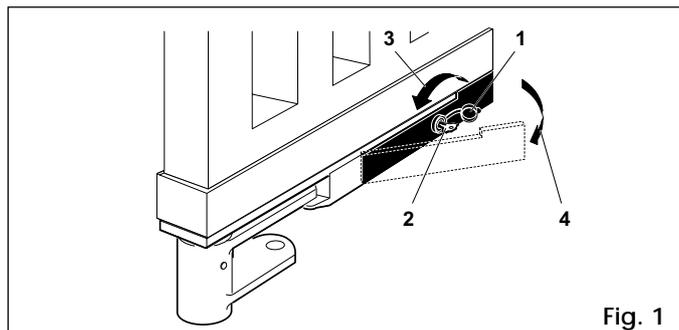

Fig. 1
Éste se encuentra montado en la barra de sustentación de la cancela (fig. 1-ref. 6) y permite desbloquear el sistema desde dentro o desde fuera de la propiedad.
Lubricar periódicamente el perno y la esfera de la barra de sustentación, a través del agujero ilustrado en la fig. 1-ref. 13. Mantener también lubricados los pernos de los varillajes, el piñón y el encastre de la cerradura en la barra de bloqueo (fig. 1-ref. 5), verificando la eficiencia del funcionamiento manual.
- Quitar el tapón de protección de la cerradura (fig.1-ref. 1).
- Introducir la llave de desbloqueo en la cerradura (fig.1-ref. 2).
- Girar la llave en la dirección de la columna hasta el tope (fig. 1-ref. 3).
- Tirar de la palanca (fig.1-ref. 4).